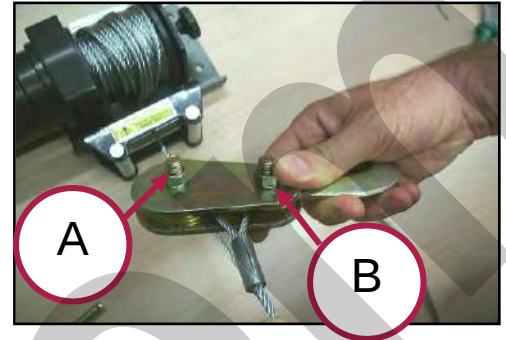

Figura 14 – Montaggio del gancio con carrucola.
1. Allentare i dadi “A” e “B” del gancio con carrucola (Figura 14);